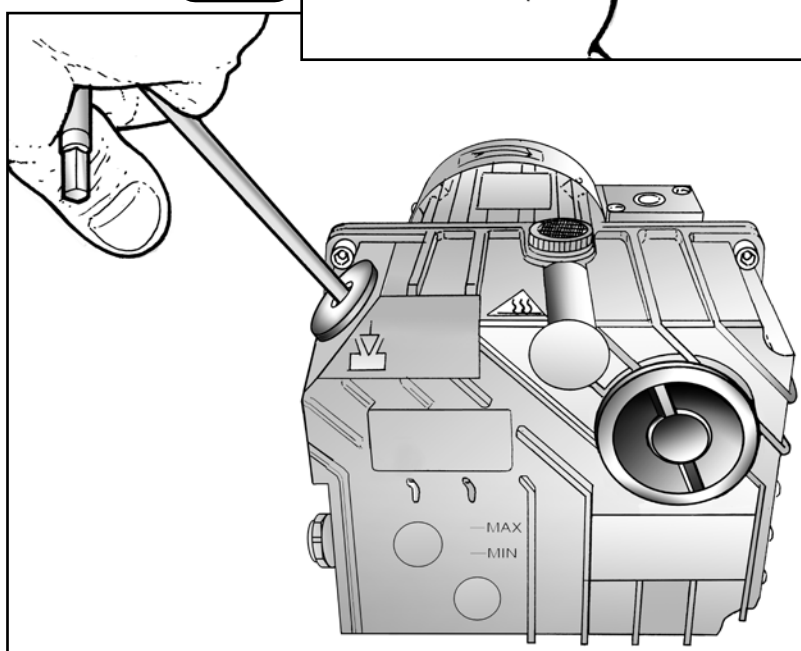

Fig. 14
- 8) Appoggiare un contenitore sufficientemente capiente (0,5 lt) in prossimità del tappo di scarico (**Fig. 14**). Con la stessa chiave esagonale, svitare il tappo di scarico e far defluire l'olio nel contenitore attendendo circa 10 minuti.